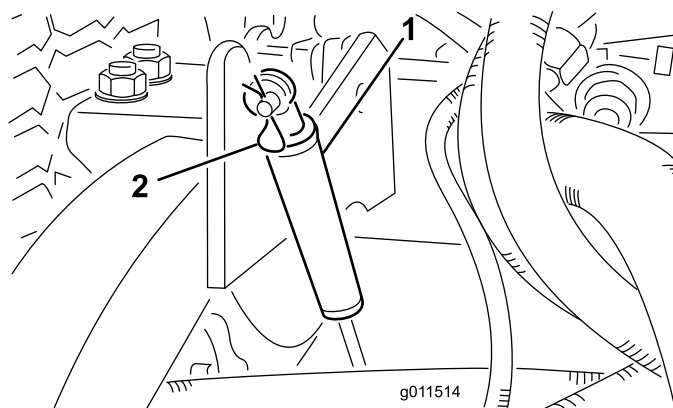

Figura 5
8. Retire os pernos de gancho que prendem os amortecedores aos braços de elevação de corte (Figura 5).